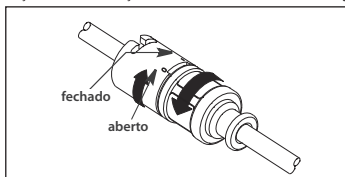

Figura 3
- b. Se estiver a utilizar uma proteção contra contaminação do cateter com um adaptador TwistLock (quando fornecido), certifique-se de que o TwistLock duplo da proteção contra contaminação do cateter está totalmente aberto (ver Figura 3).